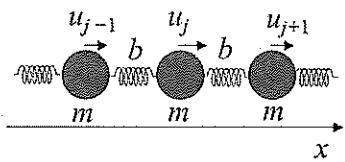

図1
問(1) 単純な1次元格子振動について考える。構成する原子は全て同じ質量 m であり、同じばね定数 b でつながっている。図1のように j 番目の原子の x 方向の変位を u_j として、 j 番目の原子について運動方程式を立てなさい。ただし、時間を t とする。